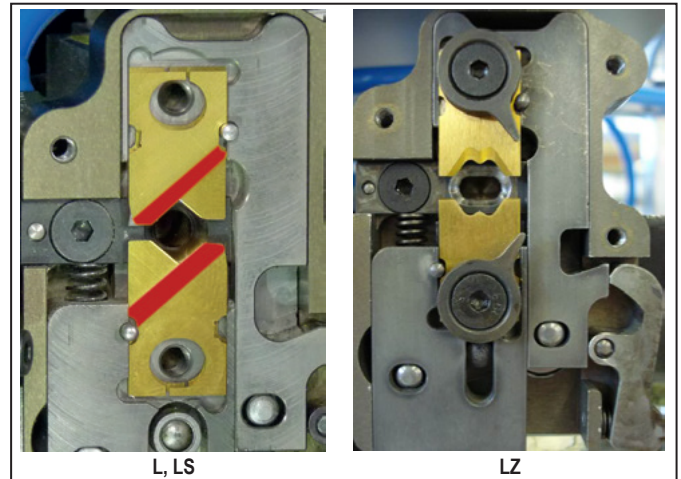

Bild 8.2 Ausrichtung der Klingen
- ▶ **L und LS:** Legen Sie jedes Klingenpaar so zusammen, dass die abgeschrägten Kanten nach außen zeigen (im Bild 8.2 rot markiert). Setzen Sie beide Klingenpaare in die Halterung.